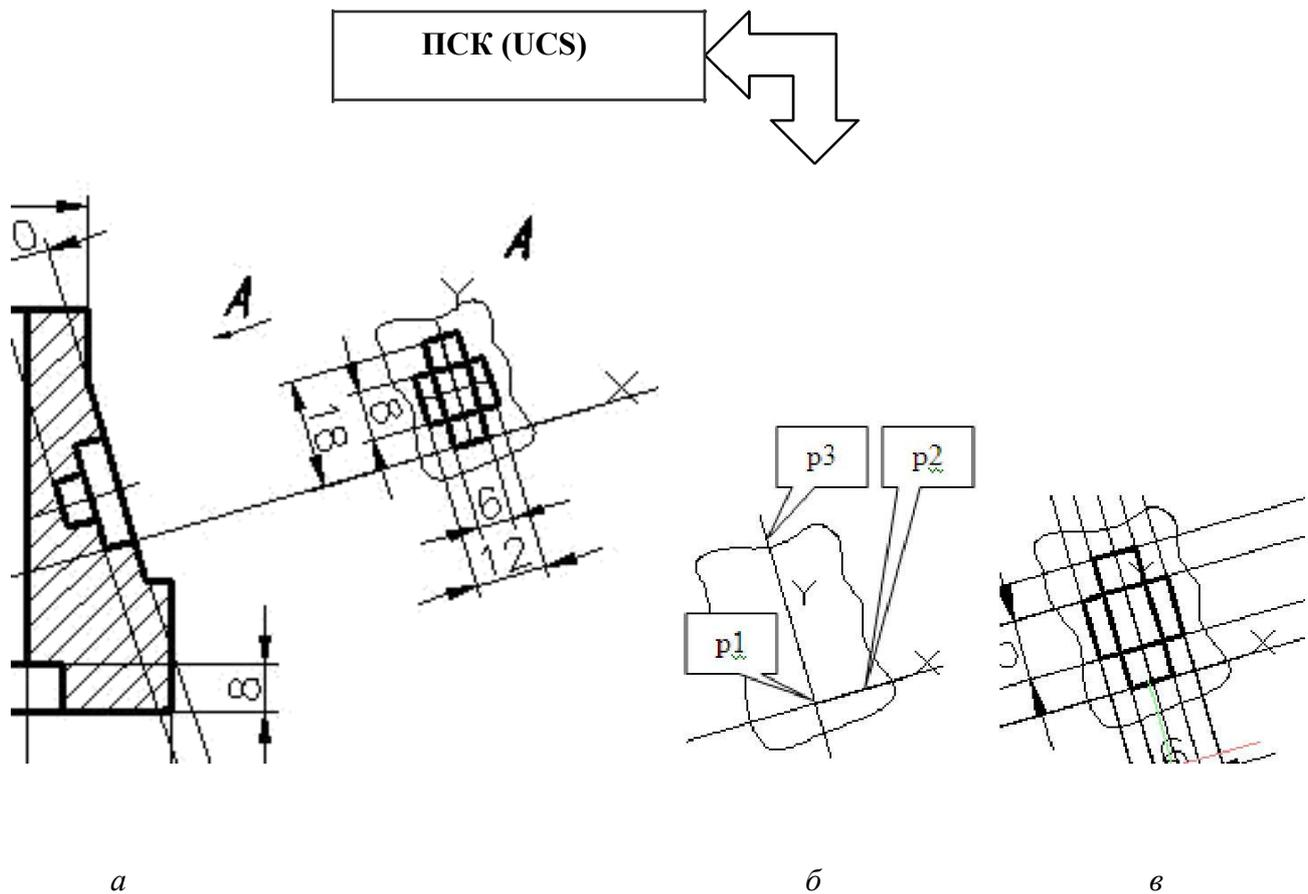
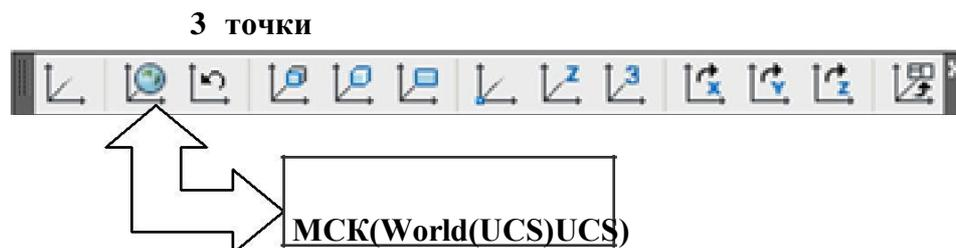

Рис. 4.3. Положение ПСК (UCS):
Рис. 4.4. Задание пользовательских и мировой систем координат
**ПСК** – это система координат, имеющая свое начало и свою ориентацию, что делает её более эффективной при получении некоторых изображений. **ПСК** могут быть использованы также при создании 3D-моделей. Получение изображения дополнительного вида задания «Разрезы простые» (см. рис. 4.3, а, рис. 4.9) упрощается благодаря использованию **ПСК**. В данной пользовательской системе координат вспомогательные прямые линии имеют необходимую и удобную в использовании ориентацию. Поворот **ПСК** упрощает указание координат и расстояний при определении места положения точек и других объектов на повернутых видах. Узловые точки и базовые направления, определяемые режимами привязки **SNAP**, сетки **GRID** и ортогонального режима **ORTHO** поворачиваются вместе с **ПСК**. При создании новой **ПСК** формируется соответствующая пиктограмма осей координат, по которой можно судить о положении об ориентации текущей **ПСК** относительно мировой системы координат, а также относительно объектов, содержащихся на чертеже (см. рис. 4.3). При этом можно использовать опцию **Отступ (Offset)** команды **Прямая (Construction Line)**. Пиктограмма **ПСК** всегда изображается в плоскости  $xu$  текущей **ПСК** и указывает положительное направление осей  $x$  и  $y$ . Сама пиктограмма может располагаться как в начале пользовательской системы координат, так и в другом месте. Эту позицию регулирует команда управления пиктограммой системы координат **UGSICON**.
Размещение, перемещение, вращение и отображение пользовательских систем координат выполняют с помощью команды **ПСК (UCS)**. Вызвать данную команду или варианты ее исполнения можно из командной строки или из главного меню **Сервис (Tools)**. Наиболее удобным является вызов этой команды из инструментальной панели (рис. 4.4).
Для создания пользовательской системы координат (рис. 4.3, б) необходимо использовать одну из команд панели ПСК (рис. 4.4). Например, команда **3 точки (3 Point)** позволяет задать ПСК с помощью трех точек. Эта команда может быть введена кнопкой  инструментальной панели ПСК (UCS) (рис. 4.3, б) или с помощью элементов главного меню **Сервис (Tools) → Новая ПСК (New UCS) → 3 точки (3 Point)**.
Задать точку p1 (рис. 4.3, б).
Задать точку p2 (рис. 4.3, б).
Задать точку p3 (рис. 4.3, б). После этого пиктограмма осей координат смещается в новое положение.